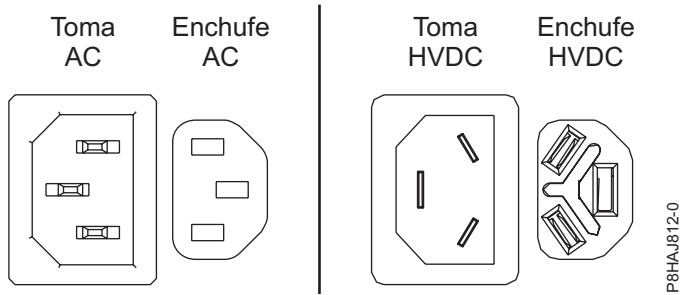

Figura 26. Conectores de CA y HVDC
En la Figura 26 se muestran los conectores admitidos de corriente alterna (CA) y de corriente directa de alto voltaje (HVDC).